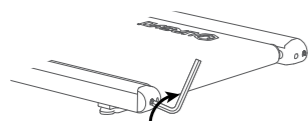

Figure 1
- Si la courroie mobile s'est déplacée vers la gauche, utilisez l'outil hexagonal pour tourner la vis du rouleau de renvoi gauche dans le sens des aiguilles d'une montre d'1/4 de tour (voir la figure 1).